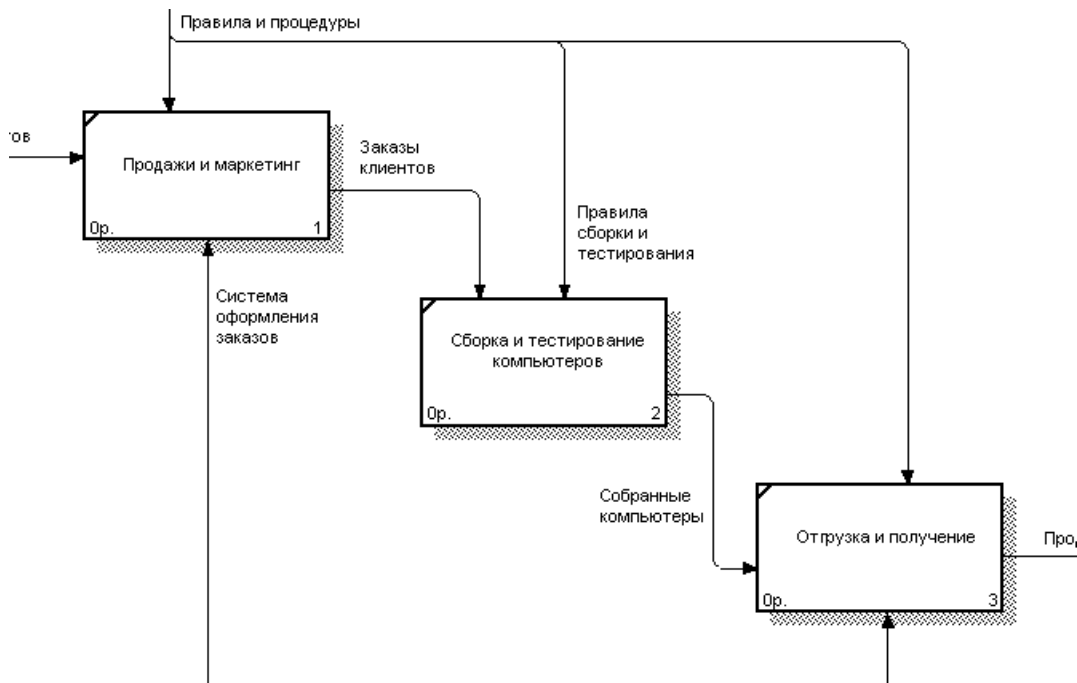

Рис. 2.5. Внутренние стрелки диаграммы АО
6. Создайте новые внутренние стрелки так, как показано на рис. 2.5.